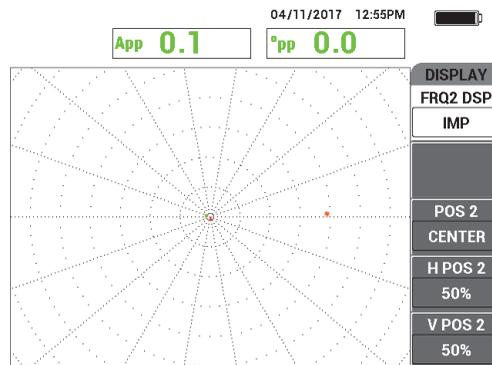

Figura 5-180 Il menu VIS.FRQ2
2. Premere due volte il tasto di menu DISP () per visualizzare il menu **VIS.FRQ2** (visualizzazione frequenza 2) [vedere Figura 5-180 a pagina 269].